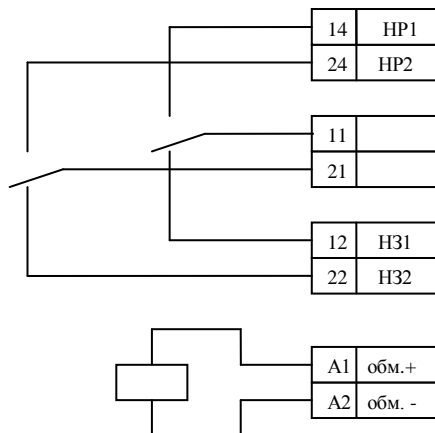

Рис. 8. Внешний вид и схема блока силового реле STN607
2.9. Выносные блоки силовых реле для включения внешних устройств используются покупные типа STN607 или другого типа, аналогичного по параметрам, и управляются через электронные ключи пульта. Каждый блок реле содержит две группы переключающих контактов, позволяющих использовать одновременно две нормально разомкнутых или нормально замкнутых пары. Количество блоков реле и способ их подключения к пульту определяются требуемым алгоритмом включения внешних устройств (одно общее реле, несколько реле для групп каналов или отдельно по порогам, отдельно по каналам и др.), подключение производится потребителем. Всего допускается использование до 8 блоков реле для пульта контроля А-4М и до 16 блоков реле для пульта контроля А-8М. Внешний вид и схема блока реле показаны на рис. 8.
4.6. Выносные силовые реле соединяются проводами любого типа сечением 0,2 – 1мм² с клеммными колодками на нижней стороне пульта в соответствии с требуемым алгоритмом включения реле. На корпусе блока реле имеется маркировка в соответствии с рис. 8. Отрицательный вывод обмотки каждого реле «A2» является общим и соединяется с клеммой «-» 1 или 2-го порога пульта (см. рис.13). Положительный вывод «A1» соединяется с клеммой требуемого канала и порога, а если реле является общим для нескольких каналов, соответствующие клеммы соединяются между собой. Силовые провода от внешних устройств соединяются с клеммами контактов реле в соответствии с маркировкой нормально разомкнутых или замкнутых контактов.